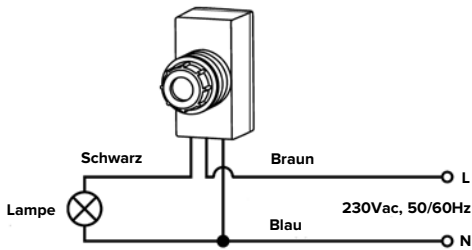

Abb. 2
- Schließen Sie die Verkabelung gemäß dem Schaltplan an (Abb. 2).